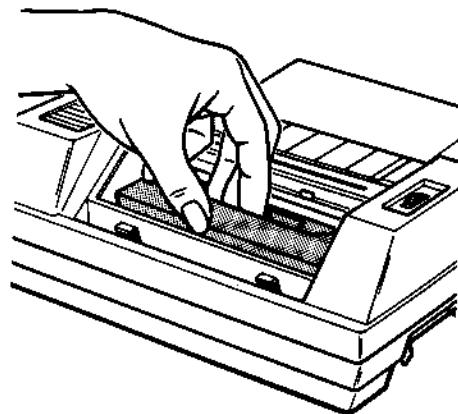

Fig. 6
- Tirer la cassette de ruban encreur vers le haut en la tenant par son milieu comme indiqué à la figure 6.